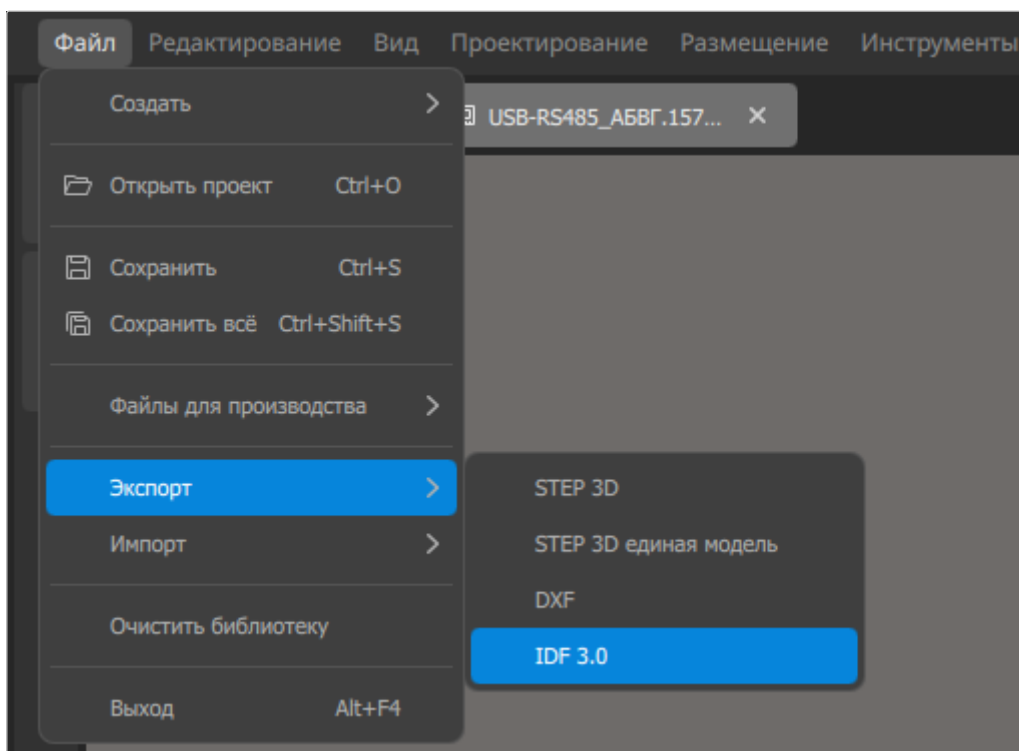

Рисунок 248. Меню «Файл» → «Экспорт»
- 2) Вызвать команду меню «Файл» → «Экспорт» → «IDF 3.0» (см. рисунок 248).